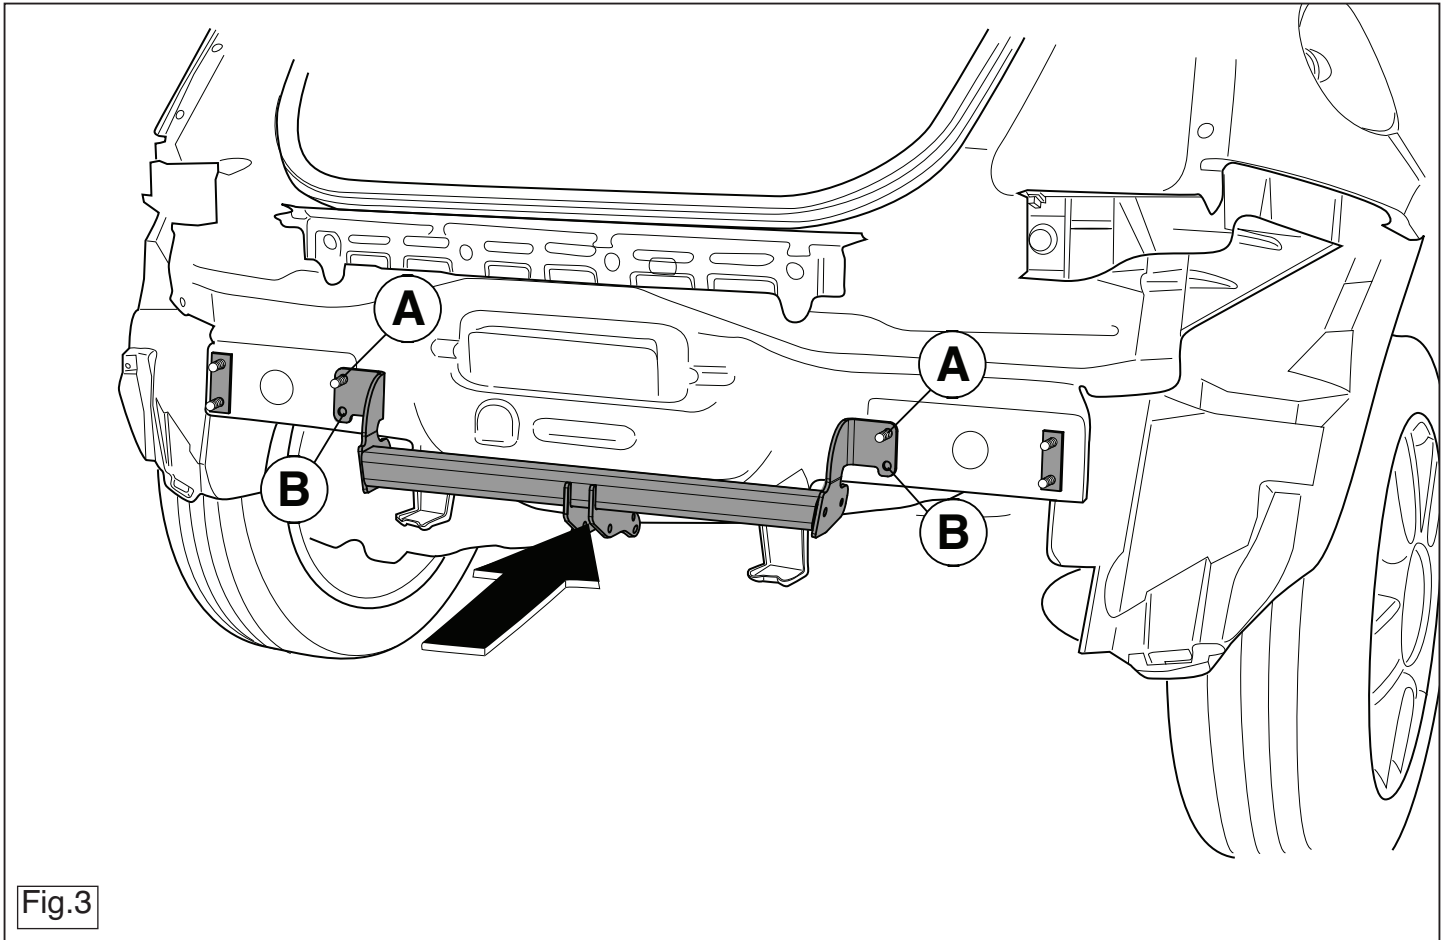

Fig.3
4. Установить буксирный крюк в точках А и В, вместе с наполняющими пластинами. (См. рисунок 3).